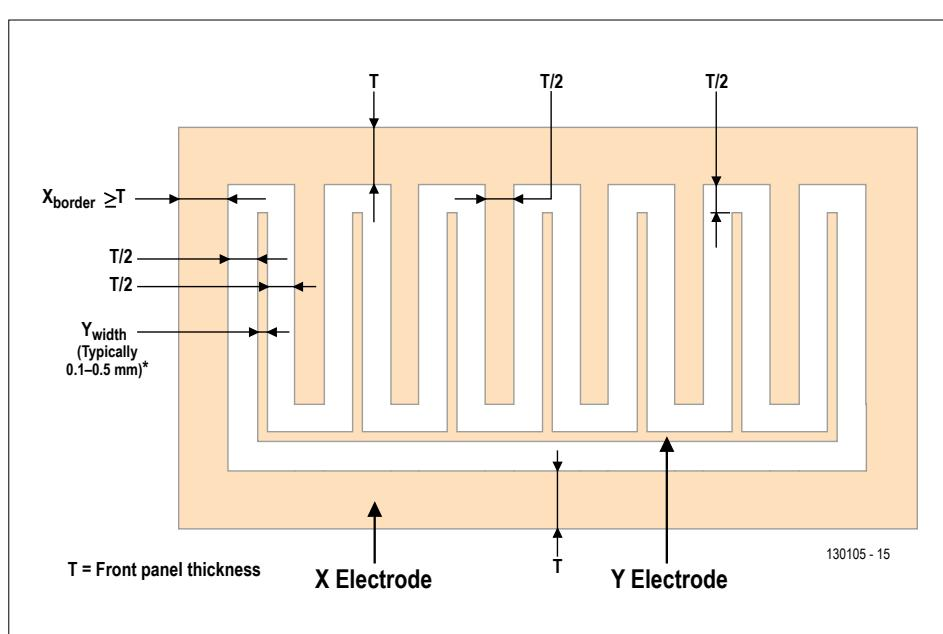

Figure 3. La conception d'un capteur à capacité mutuelle est soumise à certaines contraintes.
Les capteurs à capacité mutuelle comportent une électrode pilote (X) et une électrode réceptrice (Y). Les « doigts » de ces électrodes sont généralement entrelacés afin de maximiser la longueur de couplage. Plus il y a de doigts, meilleur est le rapport signal sur bruit du capteur. L'électrode X entoure habituellement la Y, celle-ci devant être aussi fine que possible et ne pas introduire trop de résistance afin de ne pas agir sur la constante de temps du capteur ; la largeur de l'électrode X dépend principalement de l'épaisseur du matériau recouvrant. Ceci vaut aussi pour la distance entre les électrodes X et Y (fig. 3).